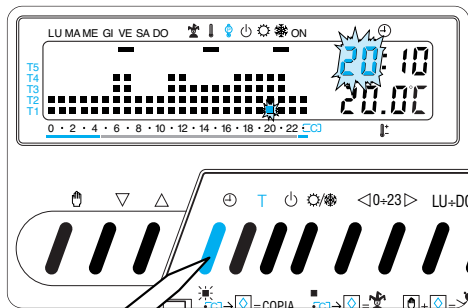

Fig. 20
5.3 - Premere il pulsante ⌚ (fig. 20).